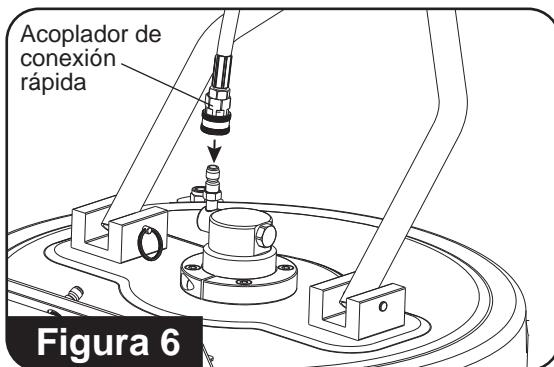

Figura 6
6. Conecte el acoplador de conexión rápida del otro extremo de la manguera al enchufe de entrada. **(Consulte la figura 6)**